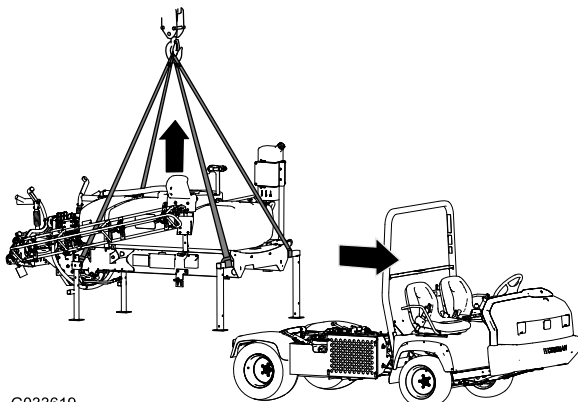

Figura 138
1. Baje los brazos a un ángulo de 45° aproximadamente y gírelos hacia delante (Figura 138).
5. Conecte el equipo de izado a los tubos horizontales de los gatos fijos delanteros y al poste vertical de las patas de apoyo traseras (Figura 138).
7. Eleve el patín del depósito de la máquina lo suficiente para poder extraer el patín de la máquina (Figura 138).